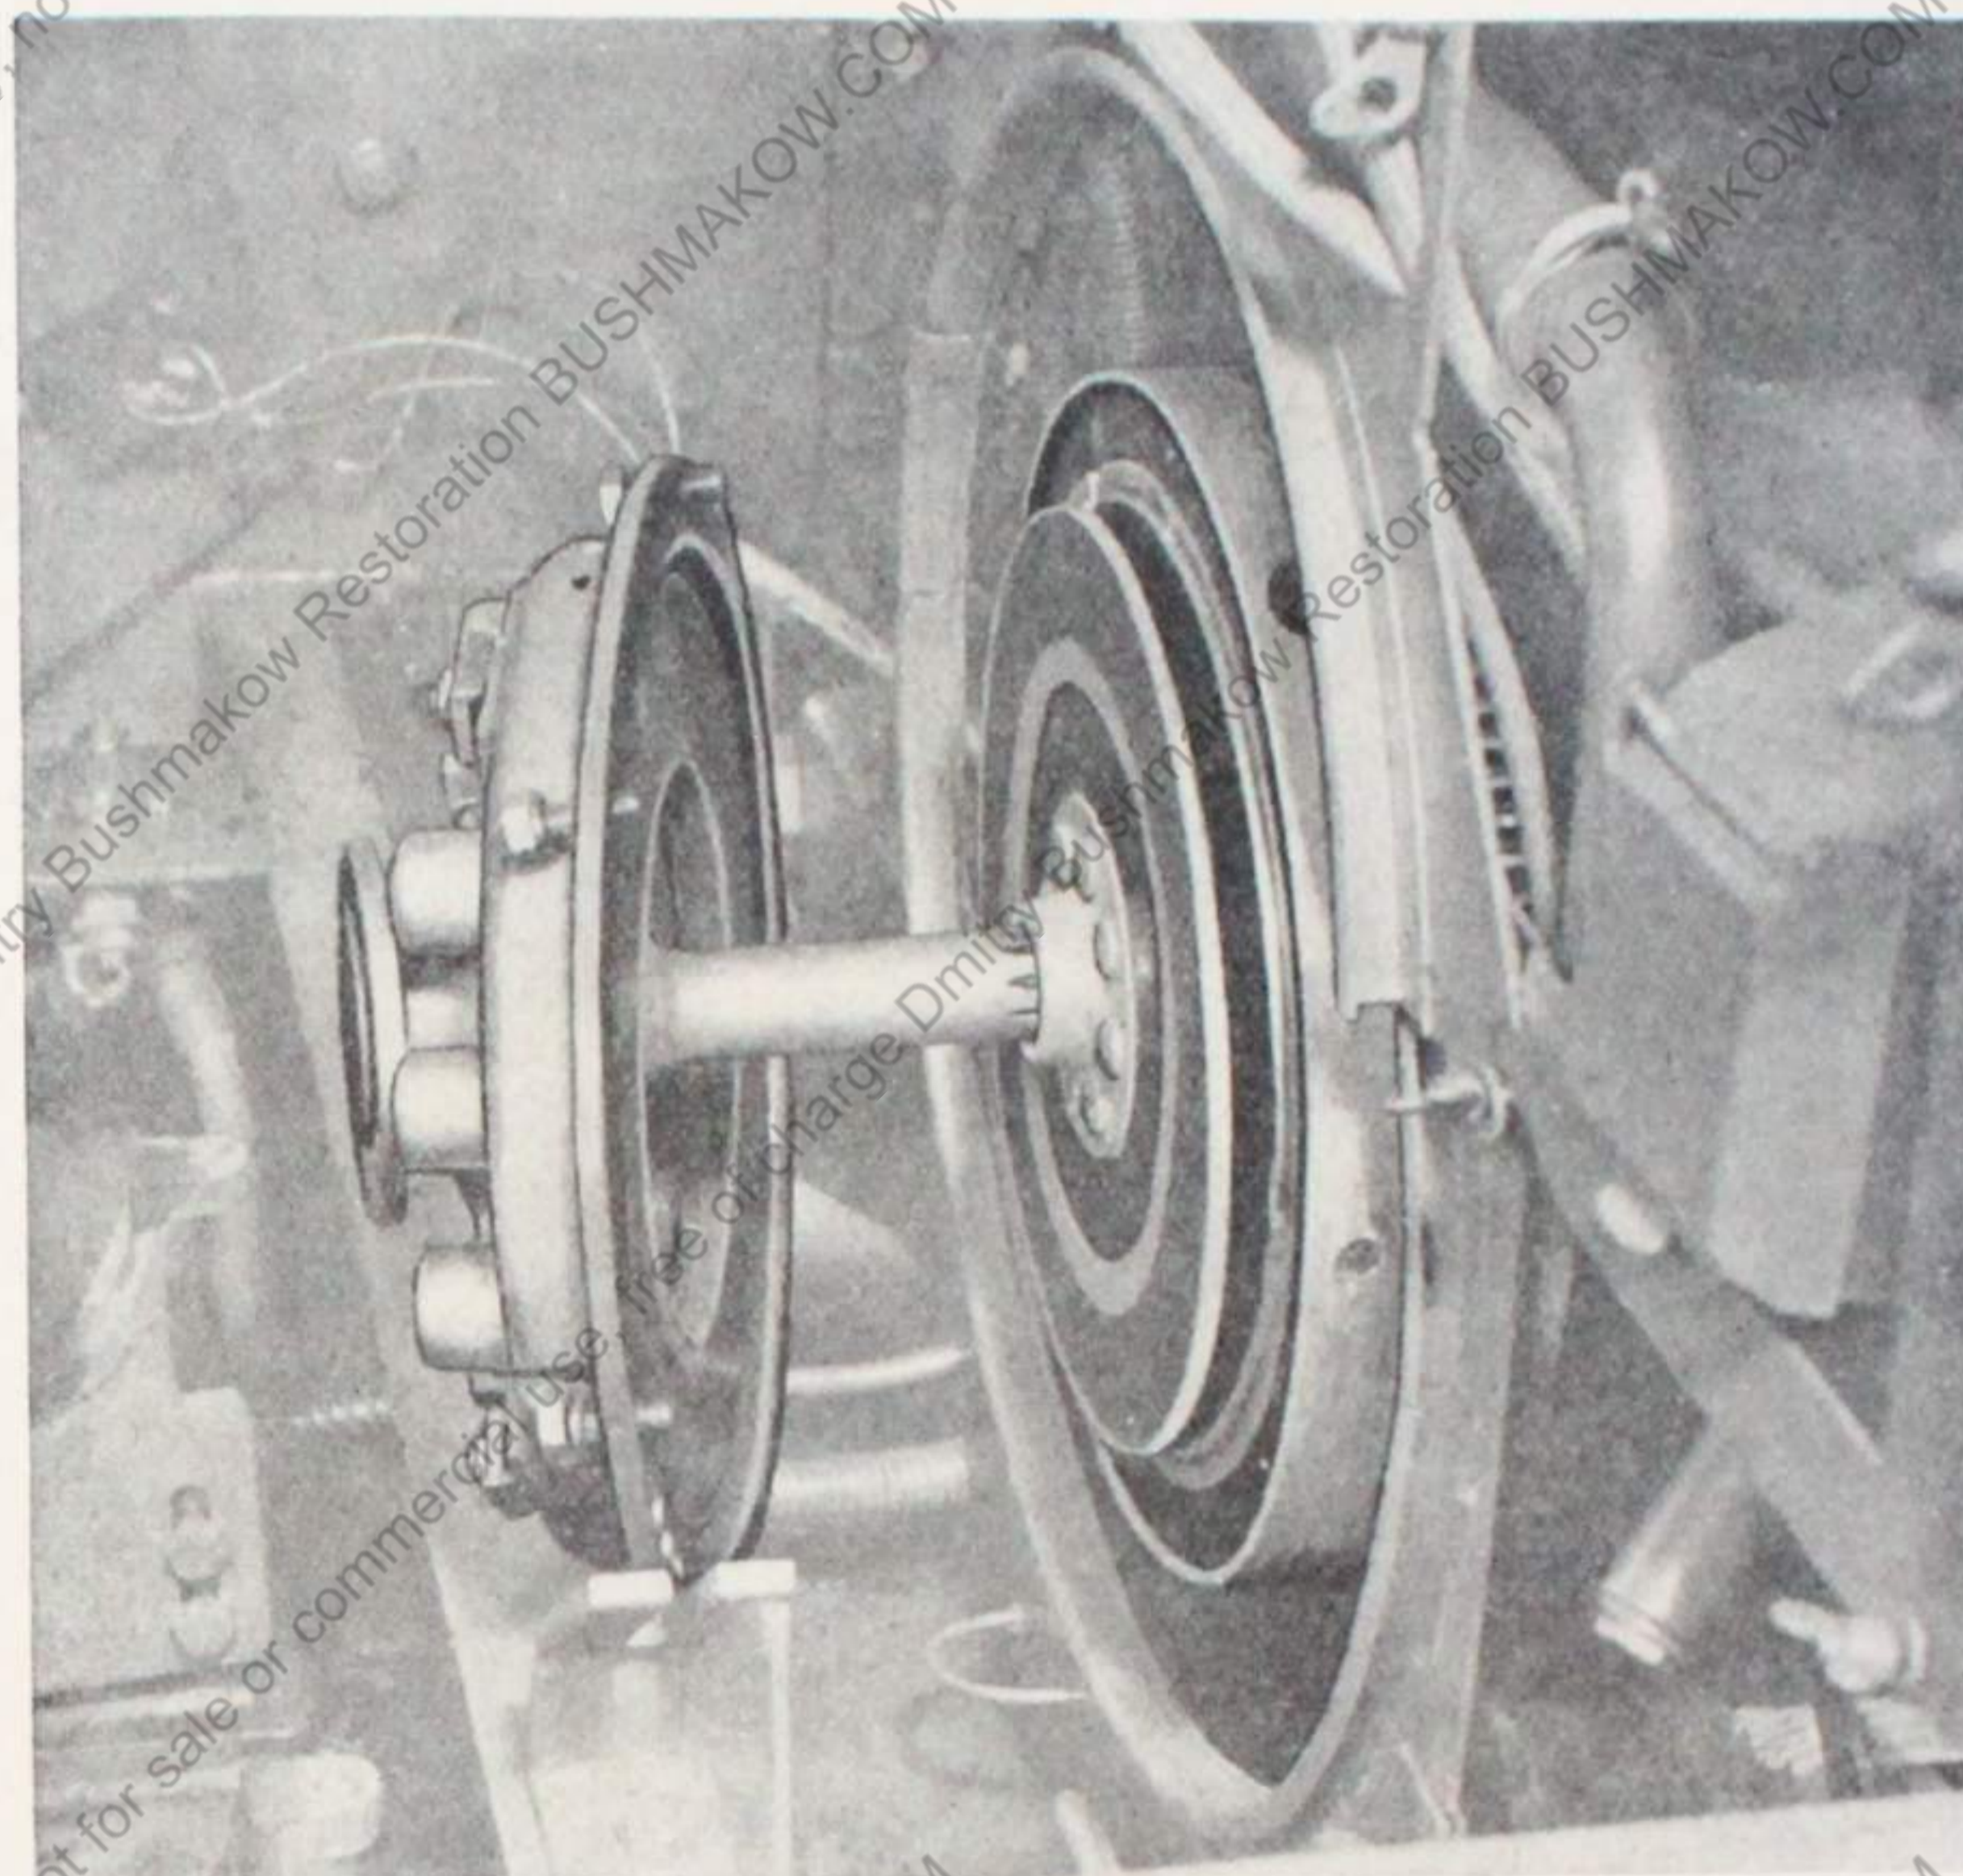

Bild 35
1. Zum Einbau der Kupplung eine Zentrierwelle mit mindestens einem Keil entsprechend dem Nutenprofil der Kupplungswelle (oder alte Kupplungswelle) einschieben (Bild 35). Notfalls Flacheisen verwenden.
2. Die neu belegten oder neuen Kupplungsscheiben in der Reihenfolge (unter Beachtung des Textes von Bild 35!): Kupplungsscheibe, Kupplungstreibscheibe, Kupplungsscheibe aufsetzen